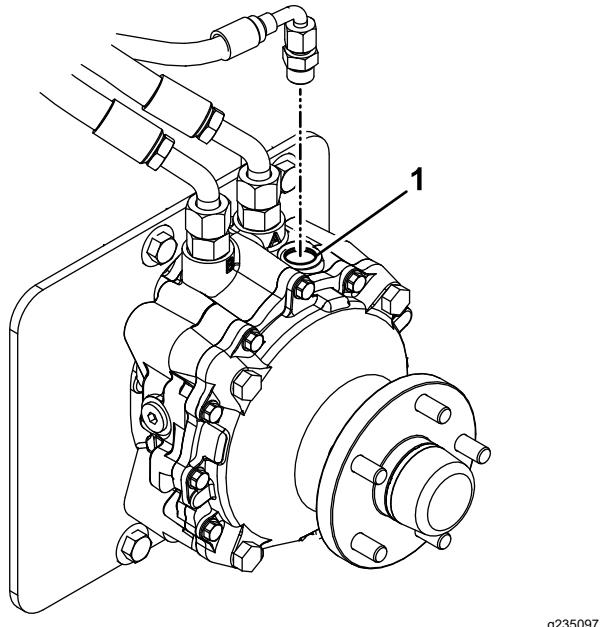

**Figura 72**
4. Coloque un recipiente de vaciado grande debajo del depósito de fluido hidráulico, el alojamiento de la transmisión y los motores de rueda izquierdo y derecho (Figura 72).
5. Retire los tapones de vaciado de cada zona y deje que se drene el fluido hidráulico (Figura 72).
6. Limpie la zona alrededor del filtro de fluido hidráulico y retire el filtro (Figura 72).